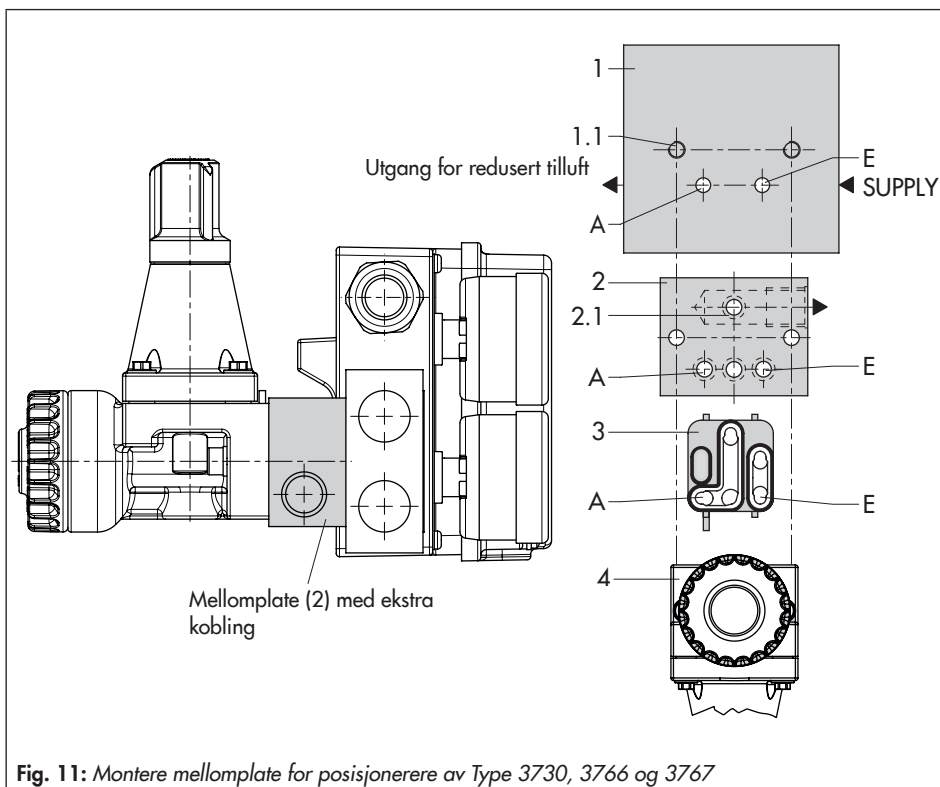
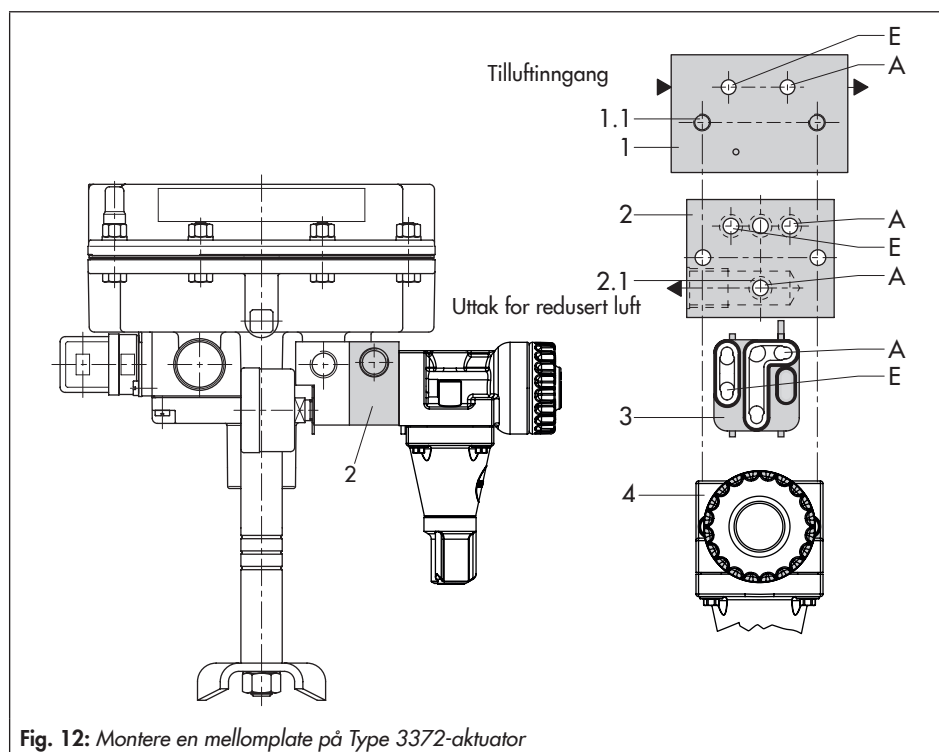

Fig. 11: Montere mellomplate for posisjonerere av Type 3730, 3766 og 3767
Fig. 12: Montere en mellomplate på Type 3372-aktuator
1. Ta ut festeskrueene og løft matetrykkregulatoren (4) sammen med avlastningspakningen (3) fra adapterplaten (1). Påse at du ikke endrer posisjonen til avlastningspakningen i matetrykkregulatoren.
→ Den lange gummifingeren på avlastningspakningen (3) må alltid vende mot regulatorutløpet (reduisert matetrykk). Se Fig. 11 og Fig. 12.
2. Sett O-ringene (2.1) inn i borehullene på mellomplaten (2).
4. Sett matetrykkregulatoren (4) sammen med avlastningspakningen (3) på mellomplaten (2). Sett inn de lengre festeskrueene og fest delene.